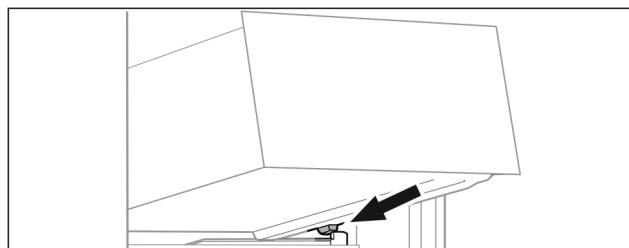

Fig. 92
- Nasadte zásuvku šikmo za zářezky na žebrování na nádoby. (viz Fig. 92)